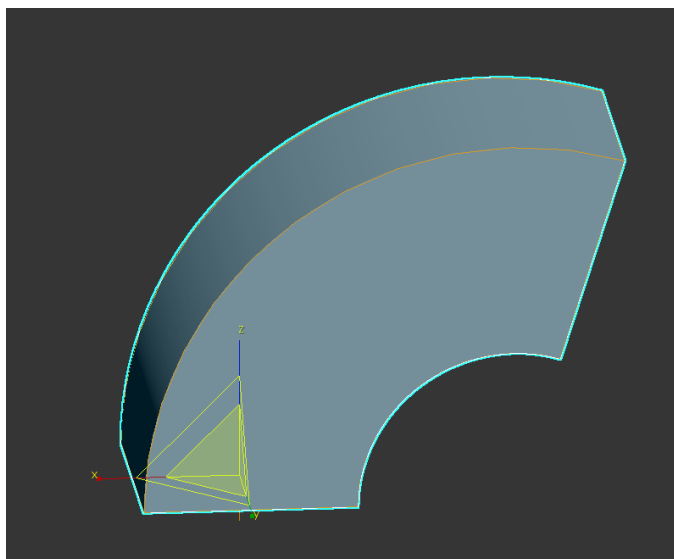

Рисунок 82 – Модификация объекта с помощью модификатора Изгиб
- Модификатор **Изгиба (Bend)** – позволяет изгибать объект (рис. 82)